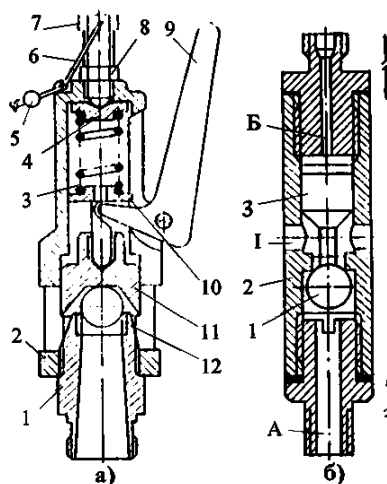
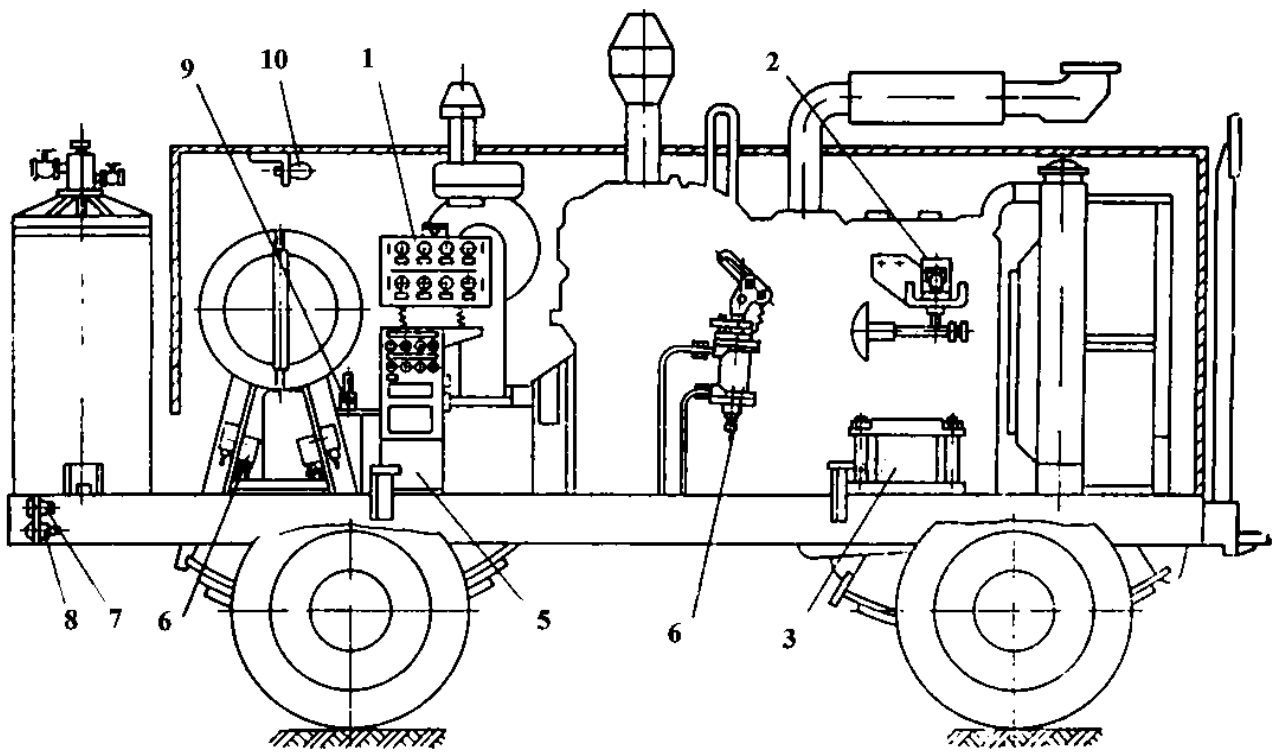

Рис. 17. Клапаны:
Рис. 19. Система автоматки:
5.4.5. Предохранительный клапан (рис. 17, а) предназначен для сброса воздуха из маслоотделителя при избыточном давлении во время работы станции.
5.4.6. Разгрузочный клапан (рис. 17, б), установленный на поперечине рамы (рис. 19), предназначен для автоматического сброса воздуха из системы компрессора для остановки станции. Клапан полостью А через трубопроводы соединен с крышкой 1 маслоотделителя (см. рис. 14), а полостью Б – со всасывающей полостью I ступени компрессора. При работе станции шарик 1 (см. рис. 17, б) прижат к гнезду корпуса 2.
5.6. Система автоматки (рис. 19)